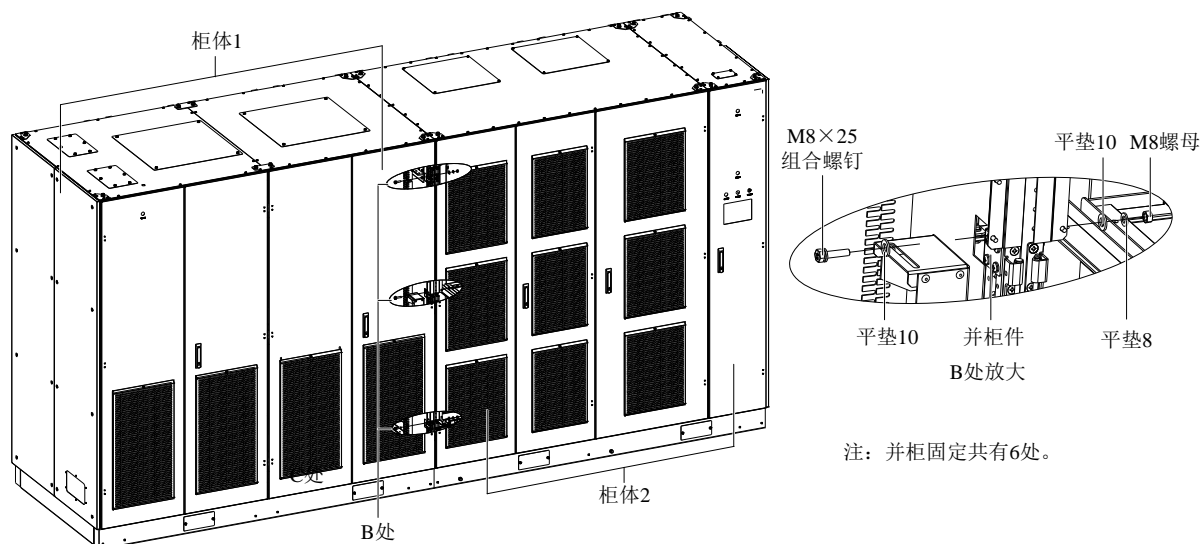

图2-22 并柜和固定示意图
4) 用 1 颗 M8×25 组合螺钉、2 颗平垫 10、1 颗平垫 8 和 1 颗 M8 螺母分别在 6 处并柜件孔位进行固定，如图 2-22 所示。